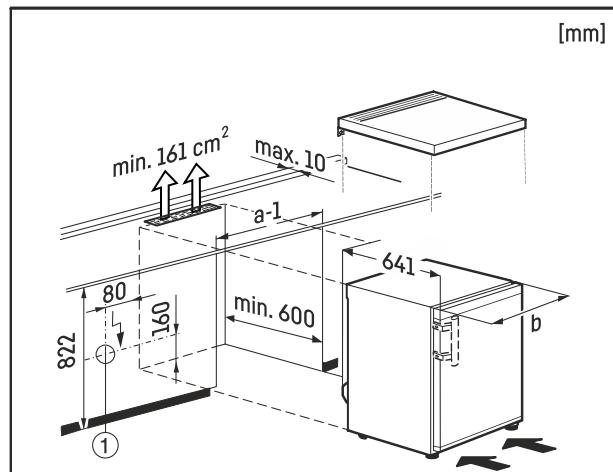

Fig. 8
Zásuvka Fig. 8 (1) sa pritom musí nachádzať mimo zadnej strany zariadenia a musí byť ľahko prístupná.